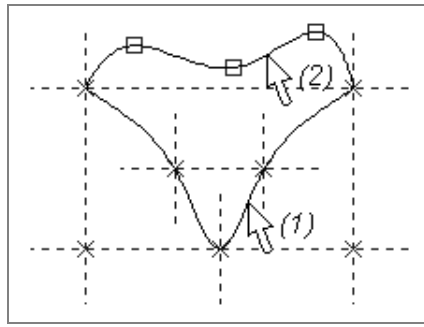

Рисунок 16 – Порядок построения изображения
2.4.7 Создайте изображение кривых. Порядок построения: вызвать команду , установить режим связанного рисования . Чтобы вычертить сплайновую кривую, необходимо указать на нее курсором (рисунок 16).